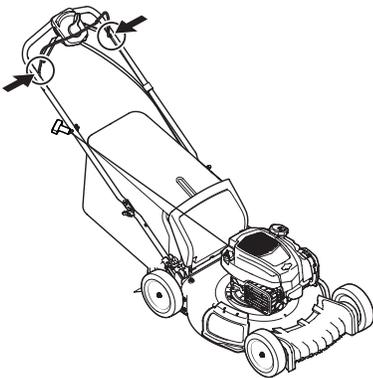

Figure 4-1
1. Lubrifiez les points de pivotement de la commande de la lame et de la commande d'entraînement avec de l'huile légère au moins une fois par saison. Ces commandes doivent bouger facilement dans les deux directions. Voir Figure 4-1.